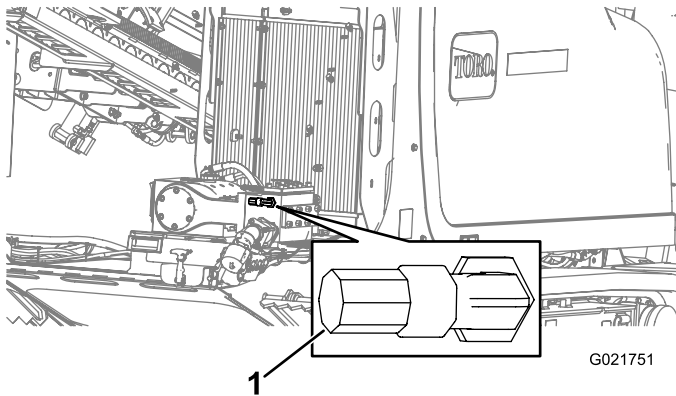

Figura 155
5. Conecte a mangueira à sua conexão (Figura 155).